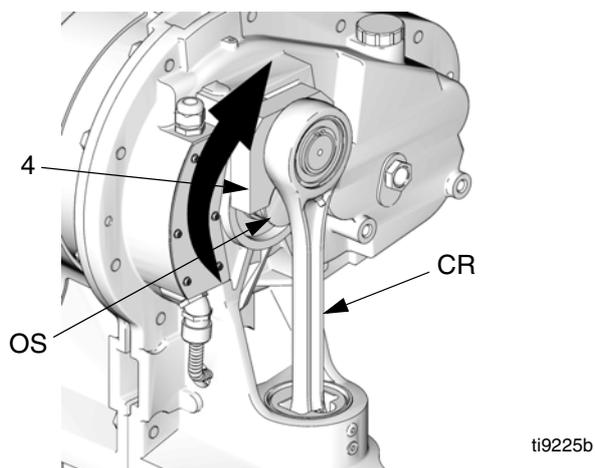

ABB. 16. Den Kurbelarm drehen
10. Siehe ABB. 16. Den Kurbelarm (4) drehen, um ihn auf diese Weise von der Ausgangswelle (OS) zu entfernen.
11. Die Baugruppe, bestehend aus Kurbelarm/Verbindungsstange/Schieberkolben (CR), nach oben aus dem Zylinder herausziehen.
12. Die alten Lager (8) entfernen.